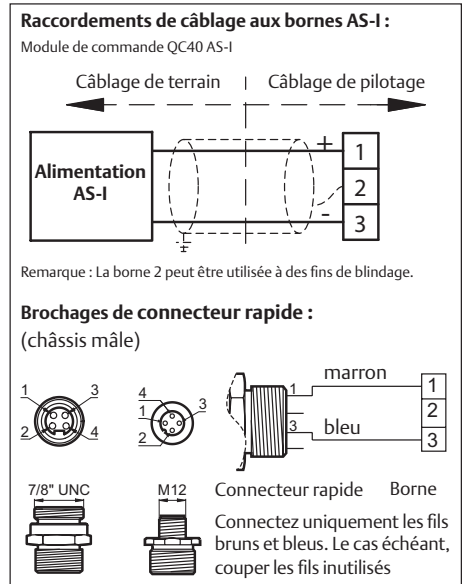

Fig. 4.3 Raccordements aux bornes et brochages de connecteurs rapides
- 3 Effectuer les raccordements électriques indiqués sur la Figure 4.3.